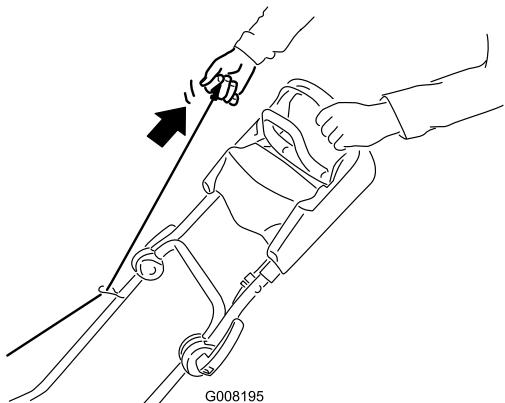
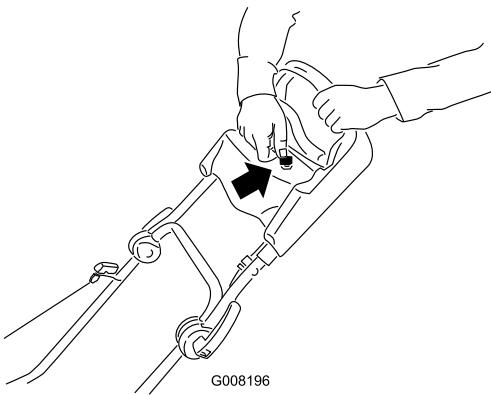

Figure 15
Figure 16
- Tirez sur le lanceur (Figure 15) ou tournez la clé de contact comme illustré à la Figure 16 (modèle 21027 uniquement).